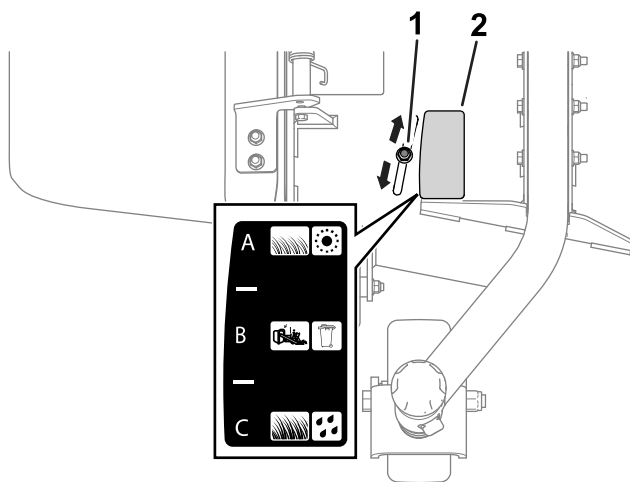

图 14
2. 松开螺母 图 14。
请参阅以下章节了解每个流量隔板位置的说明。图 14显示了每个位置即 A、B 和 C 如标贴上所示。